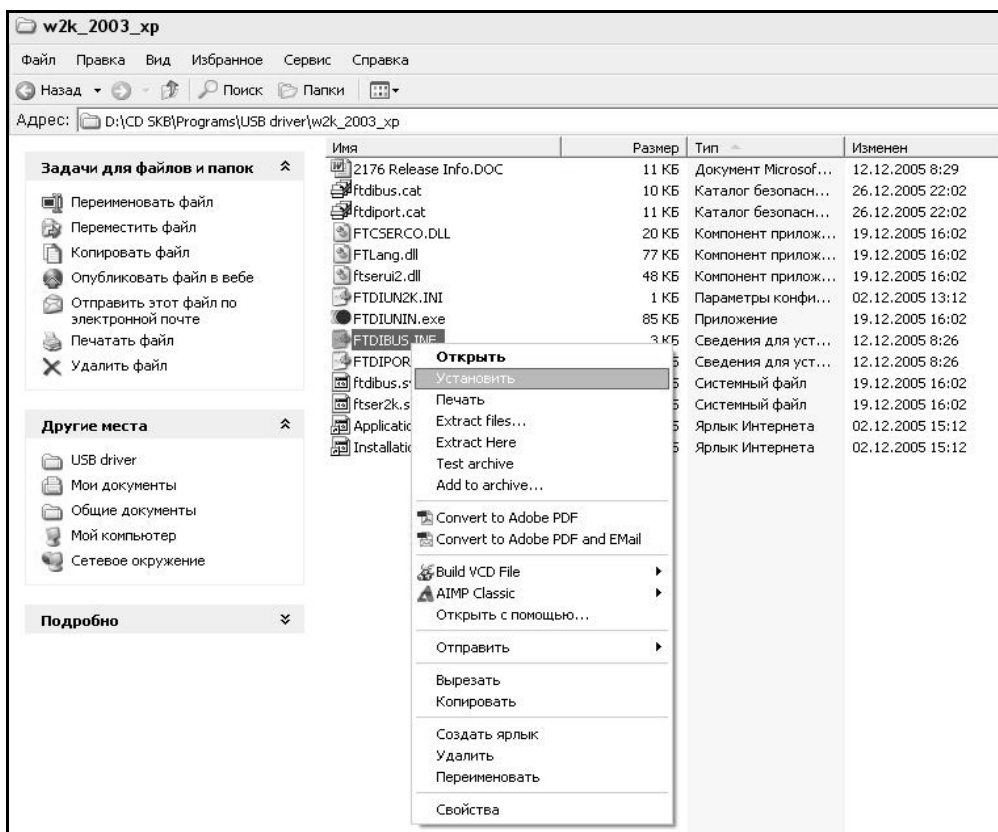

Рисунок 8 - Окно ручной установки драйвера
- выпадающем меню выберите пункт «Установить» (см. рис. 8);